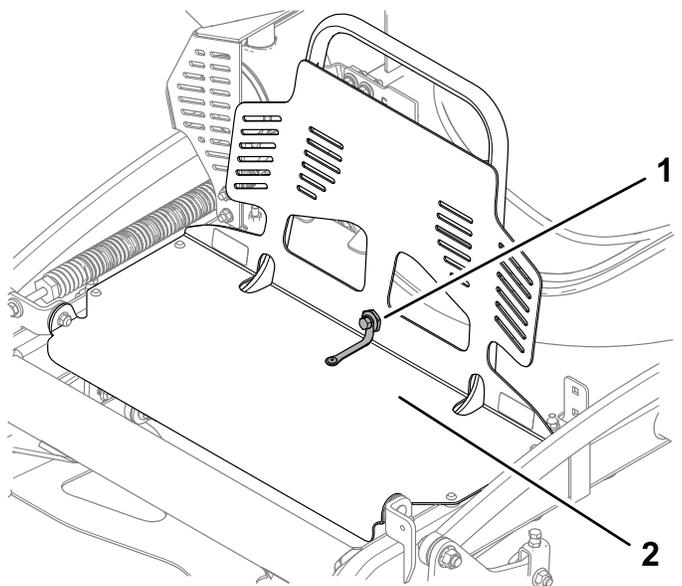

Рисунок 29
1. Удалите болт и гайку с буртиком, которые крепят защиту двигателя к накладке защиты (Рисунок 29).
- Прикрепите защиту двигателя к накладке защиты при помощи болта и гайки с буртиком, как показано на Рисунок 29.